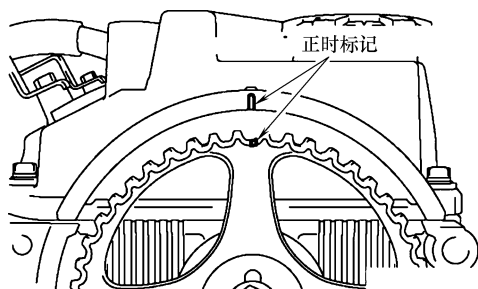

图 28-43 凸轮轴链轮正时标记对齐气门摇臂盖上的正时标记
- 1) 如图 28-43 所示, 将凸轮轴链轮上的正时标记与气门摇臂盖上的正时标记对齐。